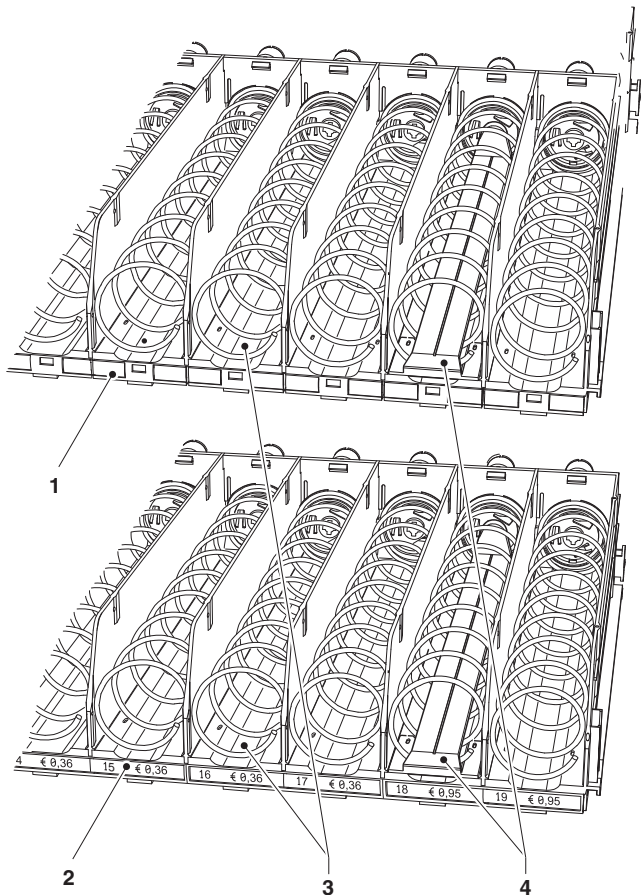

Fig. 10
Das Distanzelement wird an der linken Seite der Fächer mit Bügeln in dazu vorgesehenen Öffnungen (siehe Abb. 10) befestigt; jede Öffnung (A, B oder C) entspricht einem anderen Produktgrößenbereich.
- Die Doppelfächer besitzen **bei vorhandenem SOFTVEND**, eine Produktführung (siehe Abbildung 10, Punkt 6), um ein korrektes Herabfallen der Produkte in die SOFTVEND-Tasche zu ermöglichen
- Die Doppelfächer **ohne SOFTVEND und nur bei Ausgabe von 33cl-Dosen** besitzen eine spezifische Produktführung (siehe Abbildung 10, Punkt 7)